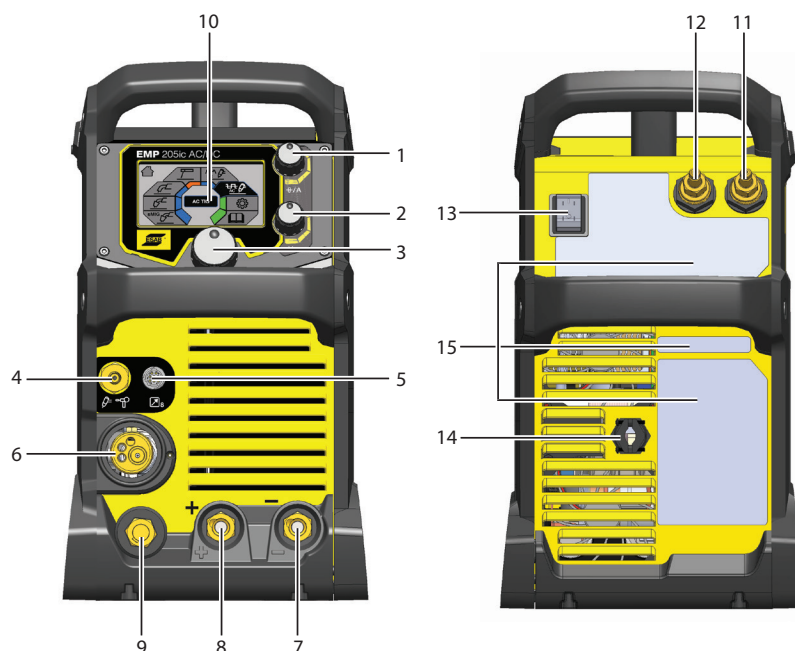

Figura 1. Perspectivă din față și din spate: Modelul EMP 205ic CA/CC
Sursa de energie are două borne pentru conectare a cablurilor de sudură și ieșire: una negativă [-] (7) și una pozitivă [+] (8) (Vezi Figura 1).